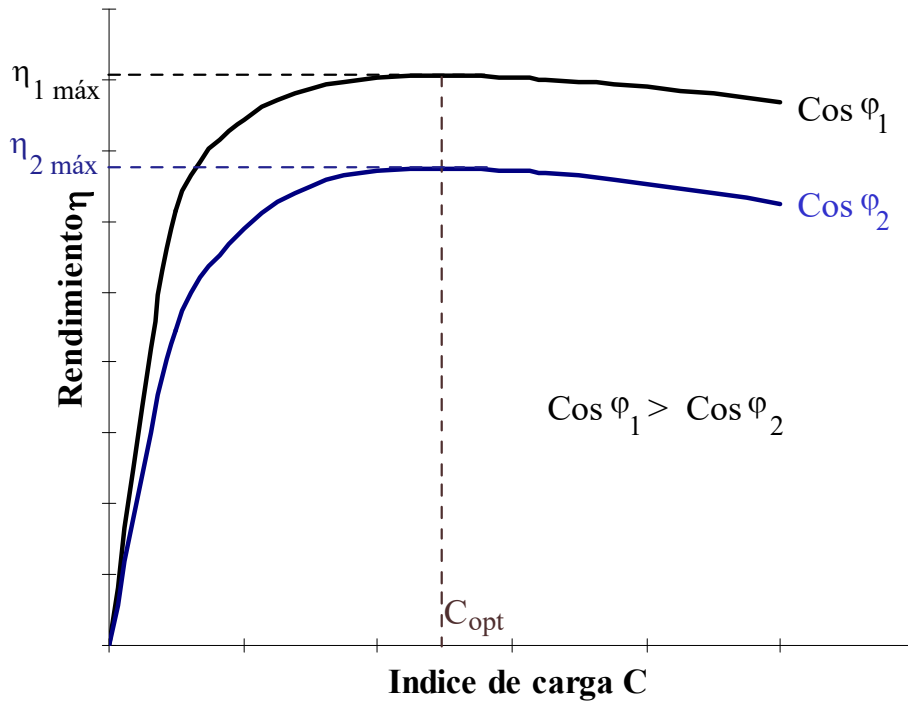

Fig. 6: Curvas de rendimiento η en función del índice de carga C para varios factores de potencia
- f) En la Fig. 6 se han representado varias curvas en las que se aprecia cómo varía el rendimiento η en función del índice de carga C manteniendo el factor de potencia constante. Estas curvas se han dibujado aplicando la relación (32). Se puede apreciar que hay un índice de carga C_{opt} con el cual, para un factor de potencia dado, el transformador funciona a su máximo rendimiento $\eta_{\text{máx}}$. Este índice de carga óptimo es común para todos los factores de potencia y se produce cuando las pérdidas variables igualan a las fijas:
Aunque para todos los factores de potencia el rendimiento máximo se produce con el mismo índice de carga C_{opt} , en la Fig. 6 se puede apreciar que el rendimiento máximo $\eta_{m\acute{a}x}$ varía con el factor de potencia siendo mayor cuanto mayor es éste. Por lo tanto, el mayor de los rendimientos máximos se produce para factor de potencia unidad:
No debe producir extrañeza que este rendimiento máximo alcance un valor (97,1%) inferior al que se obtuvo (97,6%) con la carga del apartado anterior. El que el este rendimiento máximo sea inferior a un rendimiento que no es máximo es debido a que el factor de potencia es diferente en los dos casos. Como se puede apreciar en la Fig. 6, el rendimiento máximo para un factor de potencia bajo puede ser inferior a un rendimiento que no es el máximo con un factor de potencia más alto.